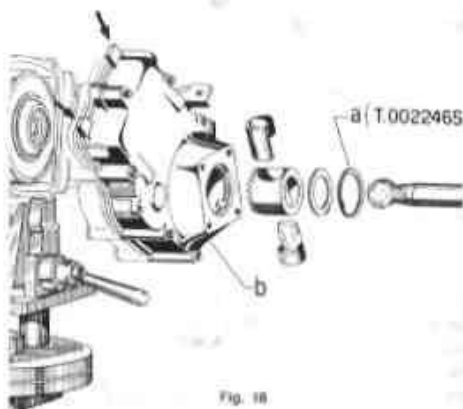

Fig. 18
Fig. 18) - Semiassi destro: svitare le viti che fissano il gruppo cuffia paraolio, rimuovere il gruppo, con le pinze smontare l'anello elastico di ritagno planetario «a» ed estrarre il semiassi completo di rondelle distanziali, planetario e semiperni.
N. B. - Per smontare il semiassi sinistro è indispensabile rimuovere il semiassi destro e il semicarter differenziale, operando come in fig. 18.